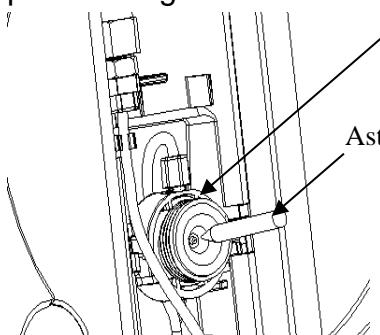

Figura 31
1. Prima di tutto, scegliere la rondella di tenuta con un bastone di metallo molto piccolo (come mostrato in figura 31) ed estrarre il connettore CO2 (se si deve sostituire solo la rondella di tenuta, questa operazione può essere tralasciata). Fare attenzione a non danneggiare le altre parti del regolatore.